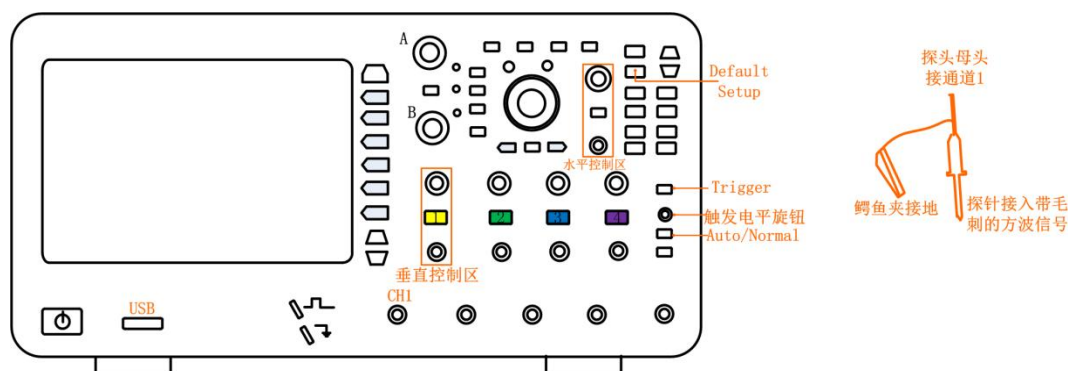

图 13-6 接入毛刺信号
- 1、通道 1 接入一个脉宽异常信号，点击【Auto Setup】一键捕获让波形以较好的效果显示在屏幕中，如图 13-6 所示；